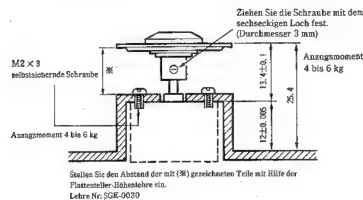

Abb. 8
- 2) Nach dem Einbau des Ersatzplattentellers (Metall) müssen Sie den Abstand einstellen (Abb. 8).